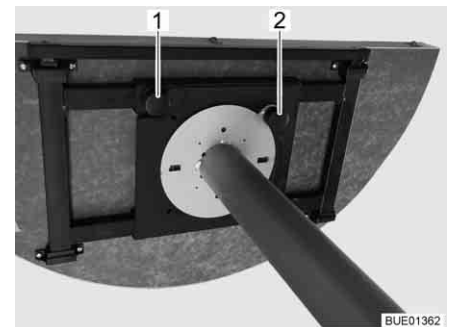

Bild 113 Inställningsmekanism
■ Lossa den räfflade skruven (Bild 113,1).
- Lyft inställningsreglaget (Bild 113,2).